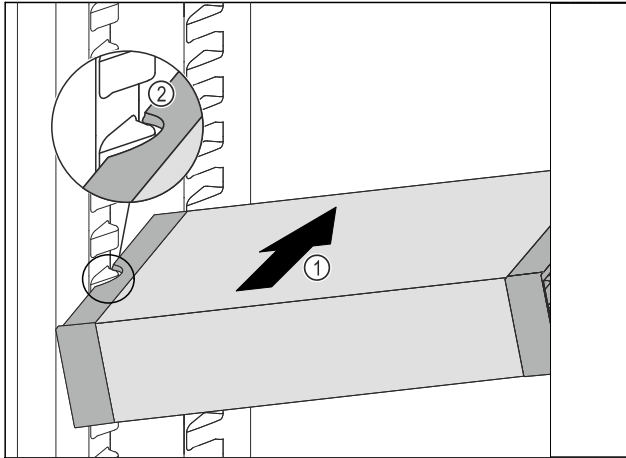

Fig. 98
- VarioSafe schräg in das Kühlteil einschieben Fig. 98 (1), bis sich die seitlichen Aussparungen Fig. 98 (2) des VarioSafes auf Höhe der Behälterrippe im Kühlteil befinden.